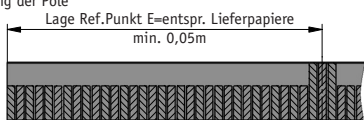

Abb. 7: Definition der Zählrichtung mit Magnetband und Montage Sensor/Magnetband, Abstandsmaße, Toleranzen
- Abstandsmaße zwischen Sensor und Magnetband sowie Winkeltoleranzen beachten, diese müssen über die gesamte Messstrecke eingehalten werden (siehe Abb. 7)!